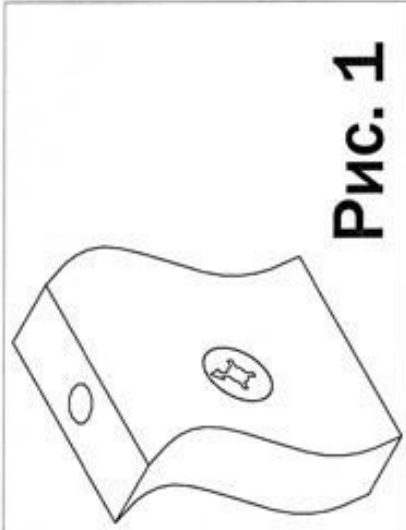

Рис. 1
1. Закрутить в пластиковые муфты расположенные в полке 6 дюбеля стяжек-растекс (4) (см. рис.2). Вставить стяжки растекс (3) в отверстия диаметром 15 мм расположенные в боковинах 1 (см. рис.1). Забить шканты (1) в соответствующие торцевые отверстия боковин 1 и соединить их с полкой 6. Фиксацию стяжек-растекс (3) произвести путем поворота их по часовой стрелке. Далее забить шканты (1) в торцевые отверстия